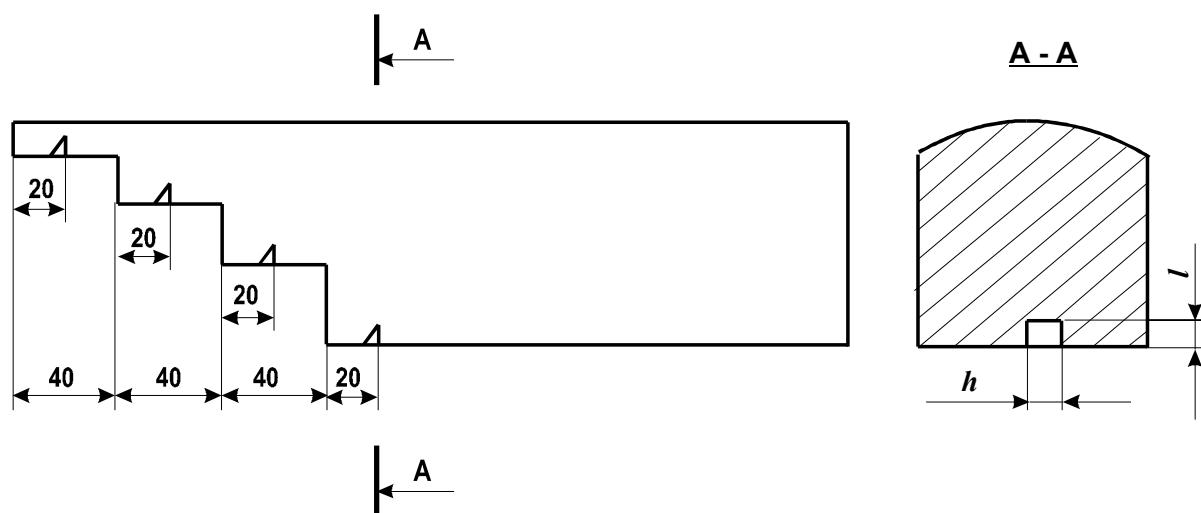
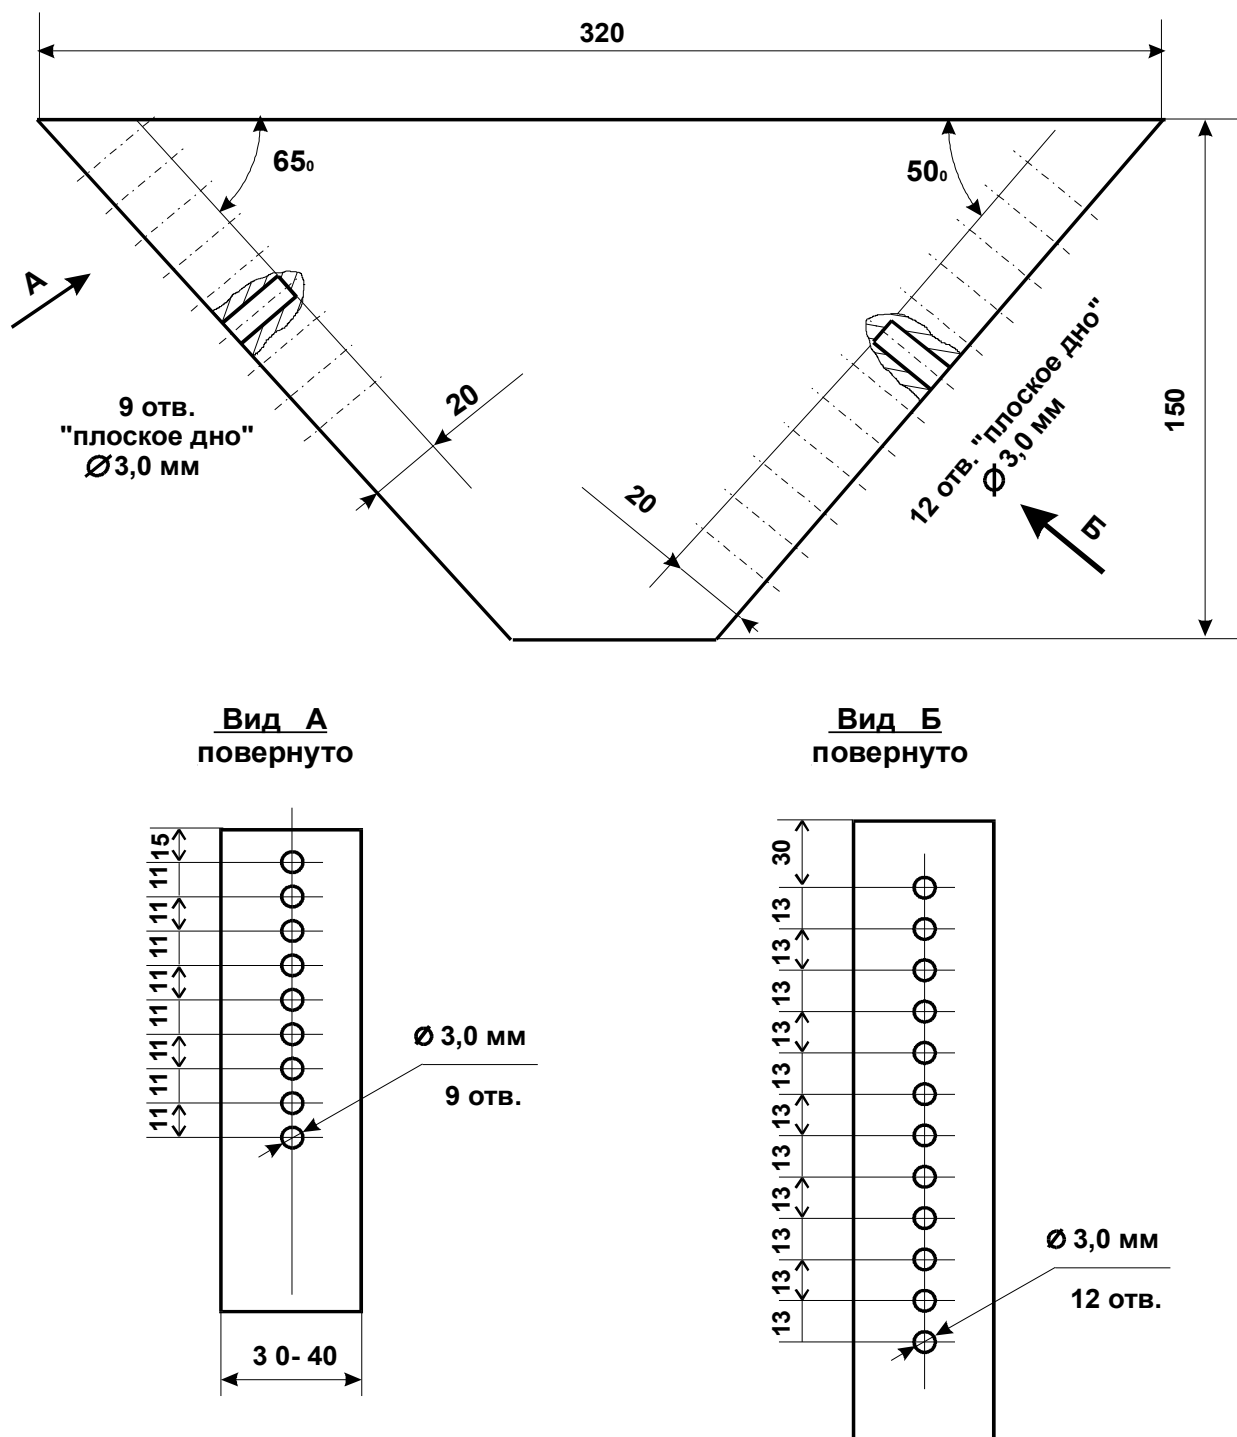

Рисунок 5.22
Рисунок 5.23
5.10.4 Кривую ВРЧ строят по точкам - вершинам импульсов эхосигналов. Поэтому для построения кривой необходим набор образцов (СОПов) с одинаковым размером отражателей на разных глубинах – от минимальной до максимальной. Количество таких отражателей зависит от диапазона контролируемых глубин, влияния ближней зоны ПЭП, наличия затухания в изделии и т.д., но в любом случае это число не может быть меньше трех. Чертежи СОПов обычно имеются в методиках УЗК на конкретные типы изделий. В качестве отражателей наибольшее распространение в России нашли зарубки (Рисунок 5.19), особенно для толщин, не превышающих 20 мм (применяются только для наклонных ПЭП), и плоскодонные отверстия (Рисунок 5.20). Последние используются преимущественно для прямых (совмещенных и РС) ПЭП, хотя возможно применение их и для наклонных ПЭП. Можно использовать комбинированный образец с зарубками на разных глубинах (Рисунок 5.22) или же с плоскодонными отверстиями (Рисунок 5.23).
5.13.2 Рекомендации ГОСТ 14782-86 не совсем удобны для практической дефектоскопии, т.к. во всех отечественных НТД выявляемость несплошностей оценивается в терминах площадей торцов плоскодонных отверстий или вертикальных граней зарубок. Боковые цилиндрические отверстия используются для эталонирования чувствительности только в коде ASME (США). Поэтому мертвую зону конкретного ПЭП определяют как наименьшую глубину расположения отражателя минимально фиксируемого размера, который выявляется по "критерию 6 дБ". Это удобно сделать по образцу на Рисунок 5.23 или же по АРД-кривой аналогично тому, как это показано для прямого ПЭП (см. п. 3.7).